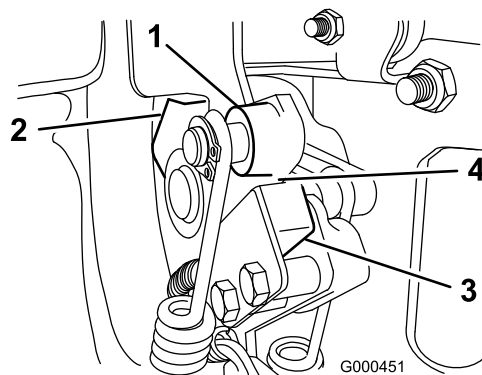

Figura 28
2. Accione a alavanca de tracção até que esta entre em contacto com a paragem neutra (Figura 28).
3. Desaperte as juntas de montagem do interruptor de segurança (Figura 28).
4. Coloque uma cunha de 0,8 mm entre a alavanca de tracção e o interruptor de segurança (Figura 28).